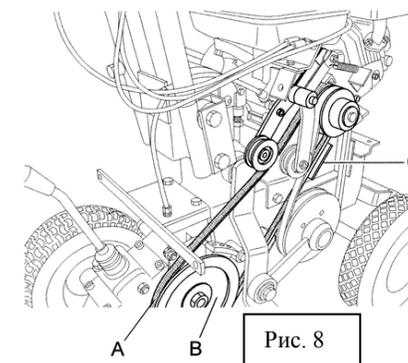

Рис. 8
- Снимите ремень сцепления привода с нижнего шкива, повернув его против часовой стрелки (рис. 8, поз. А и В).
- Чтобы установить новый ремень, выполните процедуру в обратном порядке. После этого переместите ручку сцепления привода, чтобы проверить правильность установки и работы ремня. При опущенном положении ручки и максимальном натяжении ремня между ремнем и направляющими (рис. 8, поз. С) должно быть расстояние около 2 мм.